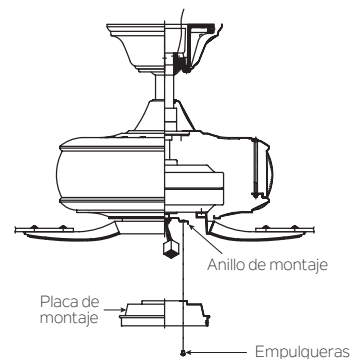

Fig. 15
Paso 1. Afloje los dos tornillos en el anillo de montaje unido al eje del motor y “retire” y guarde el tercer tornillo. (Fig. 15)
Paso 2. Coloque los orificios de la llave en la placa de montaje sobre los 2 tornillos previamente aflojados del anillo de montaje, gire la placa de montaje hasta que encaje en la sección estrecha de los orificios de la llave. Asegure apretando los 2 tornillos previamente aflojados y el que se retiró anteriormente. (Fig. 15)